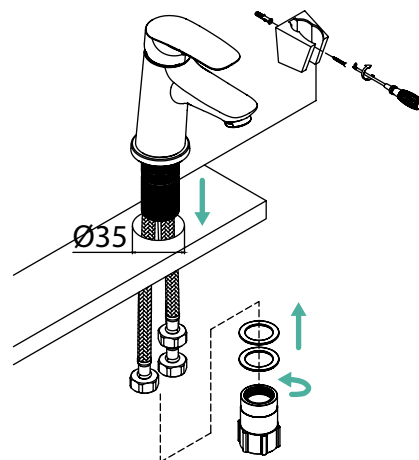
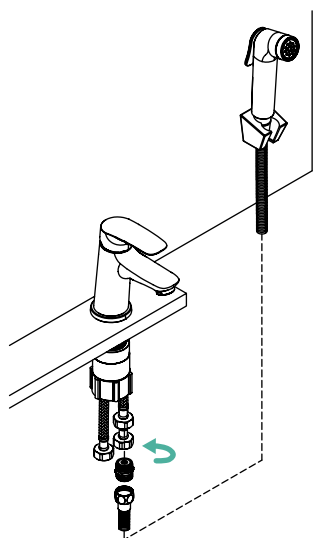

Рис. 4
Рис. 5
4. Закрепите смеситель на санитарно-техническом изделии, используя входящий в комплект набор крепежа (рис.4).
5. Наденьте резиновую прокладку, уплотнительную шайбу и крепежную гайку на впускные шланги (рис.4), затяните их на резьбу. Подключите гибкую подводку к системе водоснабжения.
6. Присоедините шланг для душа и гигиеническую лейку (рис.5). Установите держатель (рис.4).